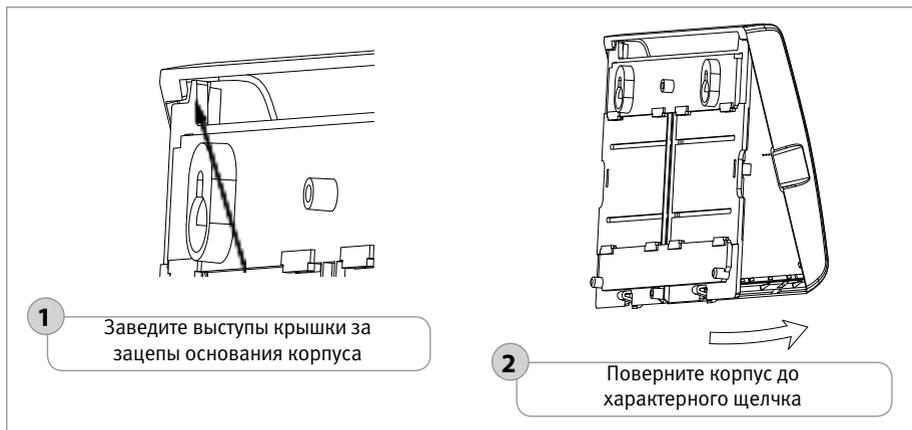

Рисунок 18. Установка крышки прибора «Сигнал-20М»
- 1.6. Установите крышки прибора «Сигнал-20М» и блока «Сигнал-20П» в порядке, указанном на рис. 18 и 19 соответственно. Установите крышку блока «Сигнал-20П исп.01» в порядке, обратном порядку снятия.